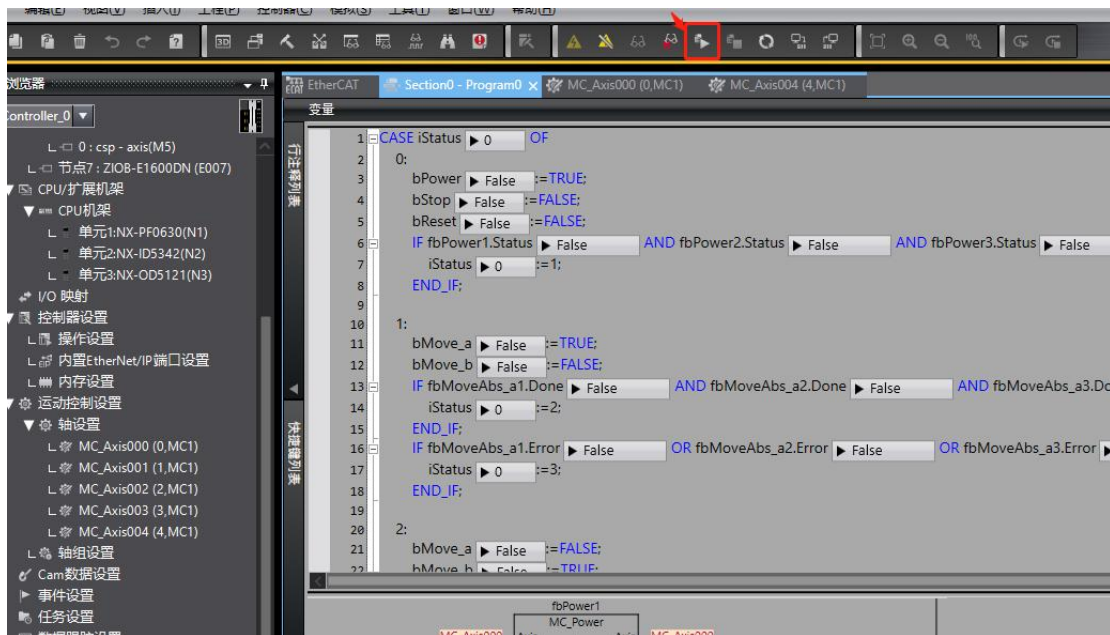

图 4.13 多轴运动控制程序
(3) 本测试所用的工程已配置好运动控制轴以及 PLC 程序,可以在“多视图浏览器”窗口的“轴设置”和“程序”项中分别查看轴设置和程序。检查所有从站都能进入 OP 后,可以直接点击菜单栏的“运行”按钮运行 PLC 程序,如下图 4.13 所示。正常运行起来后,可以看到前 4 个电机进行同步往返转动,则说明本测试成功。